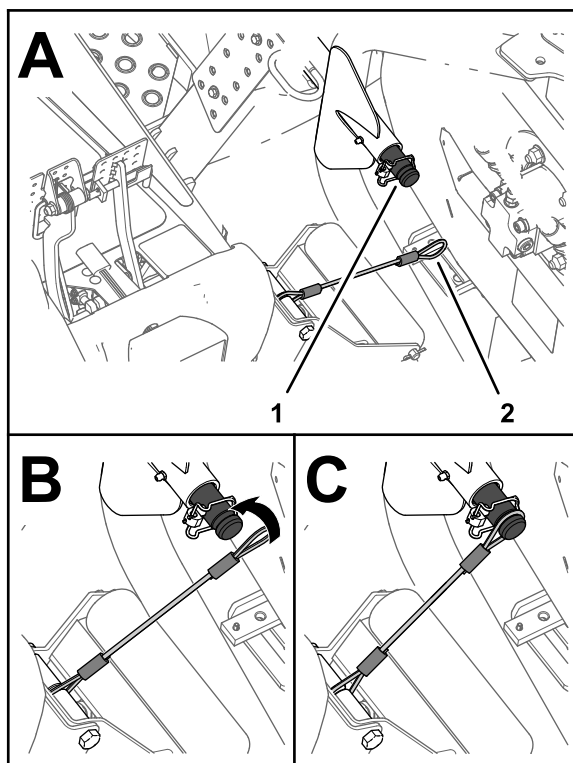

Bild 71
5. Fluchten Sie die Verbindungseile zur Trägerwelle des Hubarms für das äußere Frontmähwerk aus (Bild 71).
6. Schieben Sie die Schleife der Verbindungseile über die Trägerwelle, bis die Verbindungseile fest in der Rinne der Welle sitzt (Bild 71).